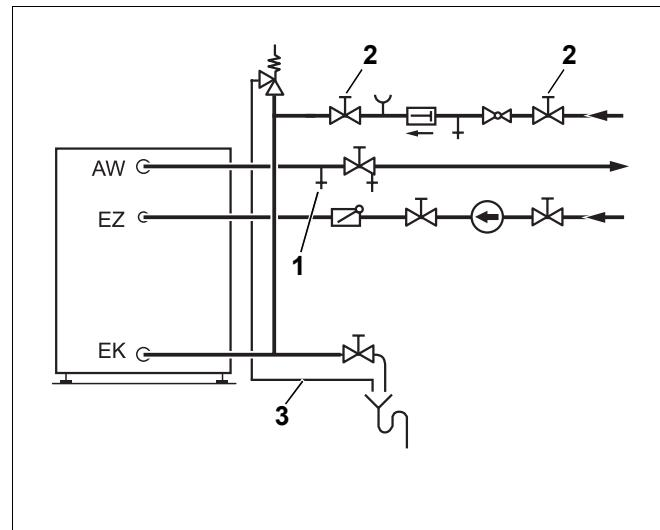

Рис. 11 Монтаж по DIN 1988 (принципиальная схема)
- Для удаления воздуха из бака-водонагревателя открыть вентиль продувки и выпуска воздуха (рис. 11, **поз. 1**) или наиболее высоко расположенный водоразборный кран.
- Для заполнения бака открыть запорный вентиль на входе холодной воды EK (рис. 11, **поз. 2**).
- Перед нагревом проверить заполнение водой отопительного котла, бака-водонагревателя и трубопроводов. Для этого открыть вентиль для продувки и выпуска воздуха (рис. 11, **поз. 1**).
- Держите постоянно открытый дренажный трубопровод предохранительного клапана (рис. 11, стр. 14).
- Дренажная линия предохранительного клапана (рис. 11, стр. 14) должна быть постоянно открытой.